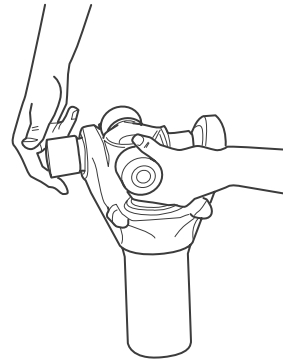

Figura 8.10
2. Presione hasta que el primero buje circular se afloje. Figura 8.9. Retire el buje circular. Figura 8.10.